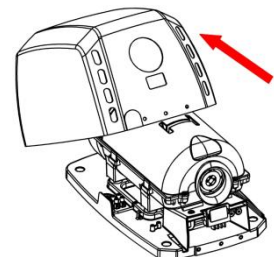

Abbildung 3
- Das Gehäuse entfernen und es dabei stets geneigt halten (Abb. 3), bis die obere Kante komplett herausgezogen wurde, wobei darauf geachtet werden muss, dass: